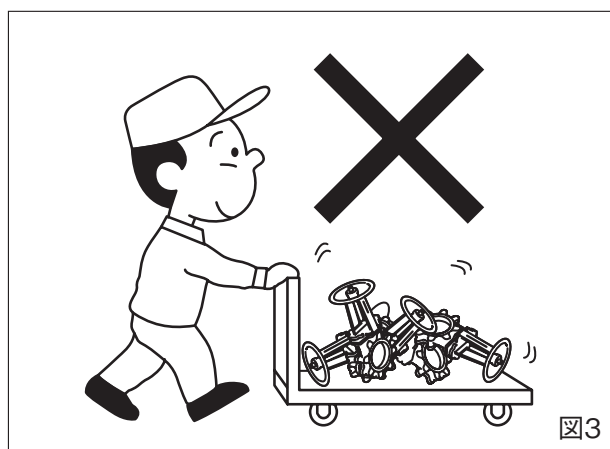

図3
- ❗ ■**積載時の注意**：積載はできるだけ梱包状態で、輸送中に荷崩れを起こさないように積載してください。また、開梱された状態で輸送する場合は、製品に無理な力がかからないよう積載の上、必ずシートをかけ、ホコリ等を防いでください。（図 3）